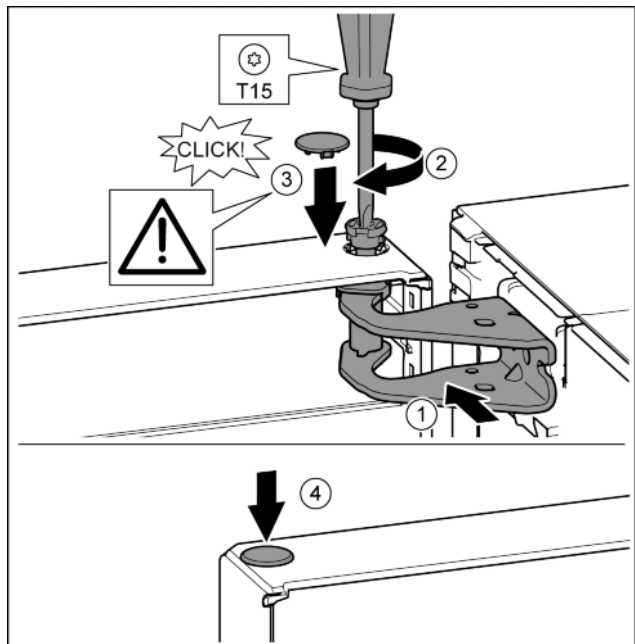

Fig. 21
- ▶ Fent igazítsa a csapágybak nyílására az ajtót. Fig. 21 (1)
- ▶ Helyezze be a csapot, és a T15 csavarhúzóval húzza meg. Fig. 21 (2)
- ▶ Az ajtó biztosítása érdekében szerelje fel a biztonsági fedelet: Helyezze fel a biztonsági fedelet, és ellenőrizze, hogy felfekszik-e az ajtóra. Egyébként a csapszeget teljesen helyezze be. Fig. 21 (3)
- ▶ Helyezze be a dugót. Fig. 21 (4)